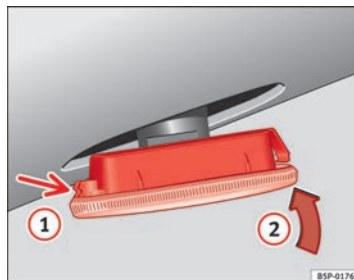

Fig. 165 Indicatori di direzione laterali
- Collocare l'intermittente nel foro della carrozzeria, incastrando le linguette ① ⇒ fig. 165, e successivamente inserire la lampada come indicato dalla freccia ② ⇒ fig. 165.. ■